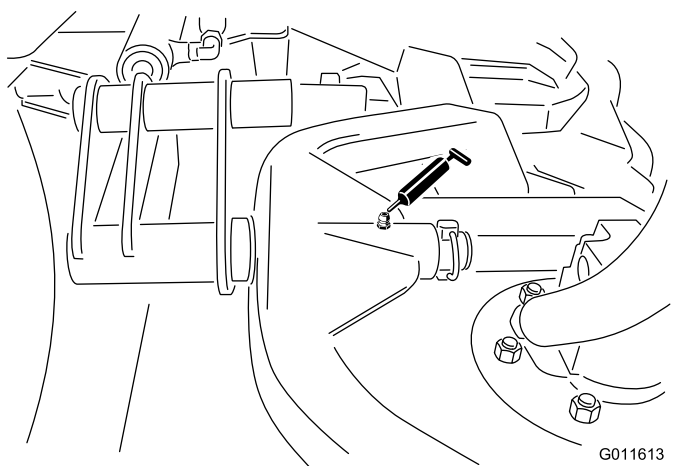

Figure 48
- Pivot de bâti porteur de plateau de coupe (x 1)—Figure 48